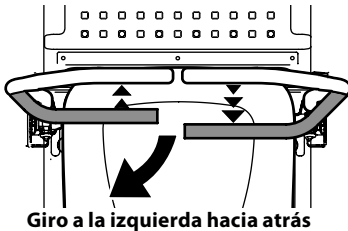

Figura 26
1. Para girar a la izquierda mientras se desplaza marcha atrás, mueva la palanca de control del lado izquierdo hacia adelante respecto de la palanca derecha (Figura 26).